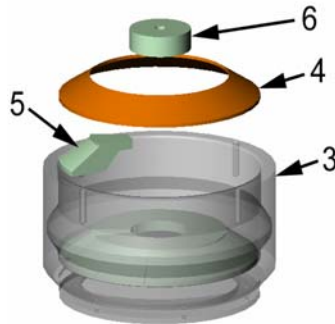

Figure 4 : Unité douille-pastille - Vue éclatée
2.4 Insérez une pastille d'outil de coupe (élément n° 5) avec la surface plane la plus grande positionnée vers le bas dans le renforcement en bas du corps (voir Figure 4). Le contour de la pastille doit correspondre à celui de la surface intérieure du corps.
2.5 Répétez l'installation des pastilles avec chaque pastille se touchant jusqu'à ce qu'elles forment un cercle complet (voir Figure 4).